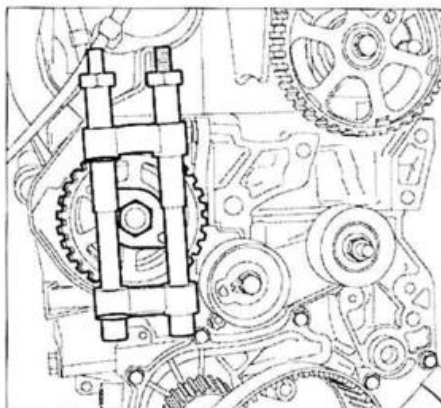

FIG. 27
- Colocar un útil de freno en rotación para poleas (por ejemplo, pasador PSA 1.860.765) y un extractor de poleas (por ejemplo, PSA 0188.R) (fig. 27).